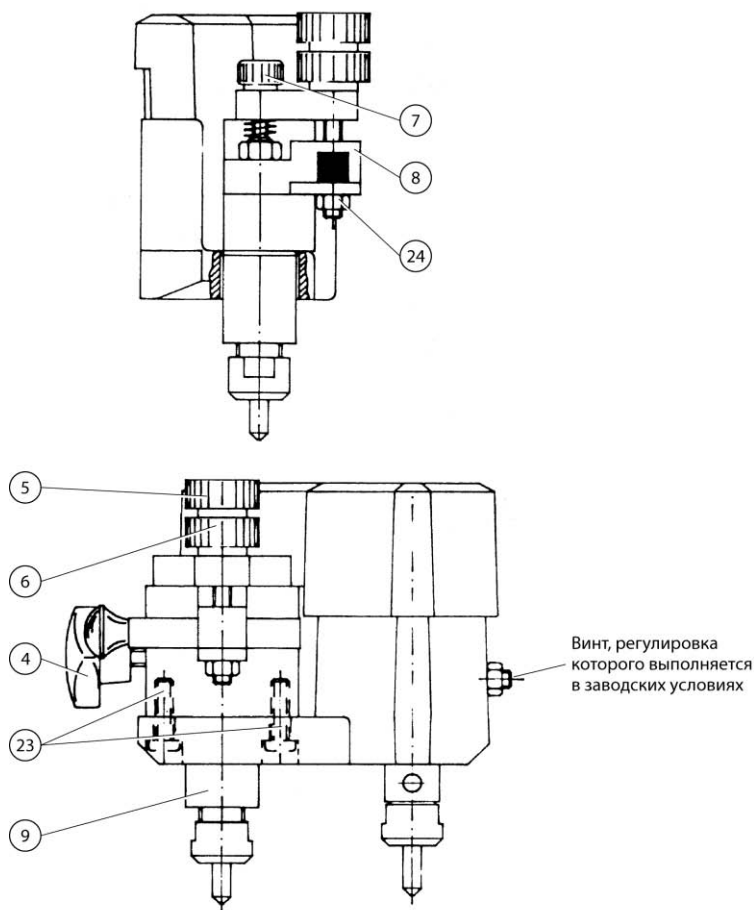

Рис. 14.19. Элементы настройки станка Borkey 989 Top-Cut
В соответствии с рис. 14.19 следует ослабить нижний фиксатор (6) и повернуть верхний фиксатор (5) против часовой стрелки на два или три оборота, чтобы отменить ранее сделанные установки. Повернуть винт (7) по часовой стрелке на два-три оборота, чтобы поднять направляющую выше фрезы. Опустить блок фрезы/направляющей так, чтобы фреза слегка касалась заготовки. Прочно затянуть левую барашковую гайку (4), чтобы фреза слегка касалась ключа. Поворачивать винт (7) до тех пор, пока направляющая всего лишь коснется левого ключа, затем вращение следует прекратить.
В соответствии с рис. 14.19 верхний винт (5) регулирует максимальную глубину вырезов.